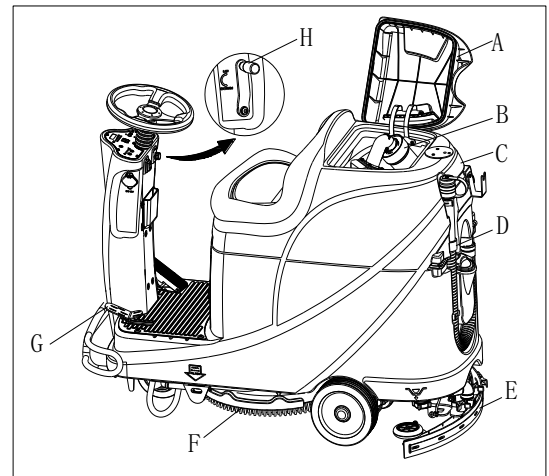

Figura 13
Um sistema de desligar automático (B, Figura 13) para o sistema a vácuo quando o tanque de água de recuperação (C) está cheio. A desativação do sistema a vácuo é assinalada por um aumento súbito na frequência de ruído do motor do sistema a vácuo e o chão não é seco.
Quando o tanque água de recuperação (C, Figura 13) estiver cheio, esvazie-o de acordo com os seguintes passos.